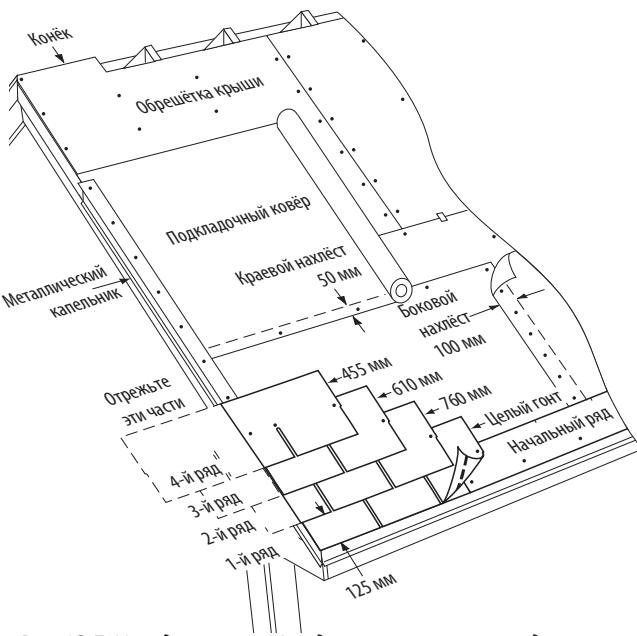

Рис. 13-7. Укладка первых 4 рядов на крышу со стандартным уклоном.
1-Й РЯД: Уложите целый гонт в левом нижнем углу крыши таким образом, чтобы его язычки были вровень с гонтом начального ряда на карнизах и краю ската (Рис. 13-7).
1. В начале второго ряда отрежьте 15 см от левого края гонта и уложите кусок шириной 76,2 см на гонт первого ряда. Оставьте гонт первого ряда открытым на 12,7 см и расположите его левый край вровень с гонтом первого ряда на краю ската (Рис. 13-7).